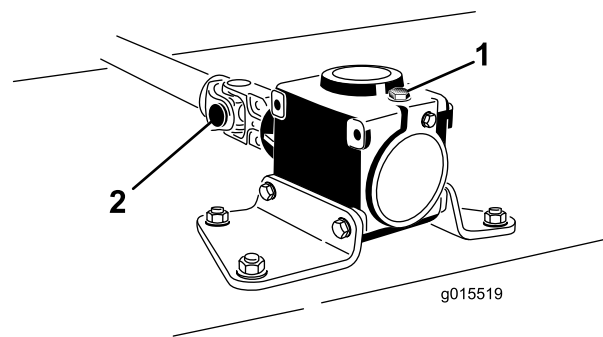

Figure 3
- Déposez la goupille cylindrique de la chape d'extrémité et de l'arbre du réducteur (Figure 3). Conservez la goupille cylindrique pour pouvoir la réutiliser.
- Desserrez les 2 vis et contre-écrous (Figure 3).